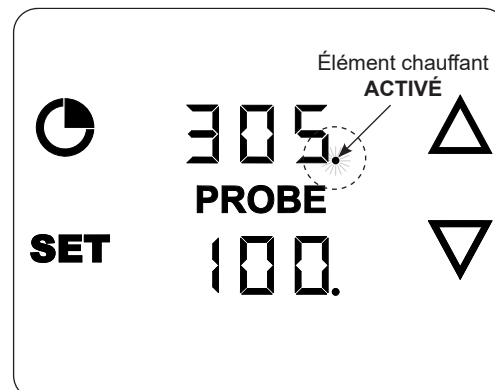

Fig. 44-2 Élément chauffant ACTIVÉ
- Le **point** à côté de la température de cuisson indique que l'élément chauffant est **activé**. Le **point** s'allume et s'éteint de manière intermittente lorsque l'élément maintient la température réglée. Voir Fig. 44-2.